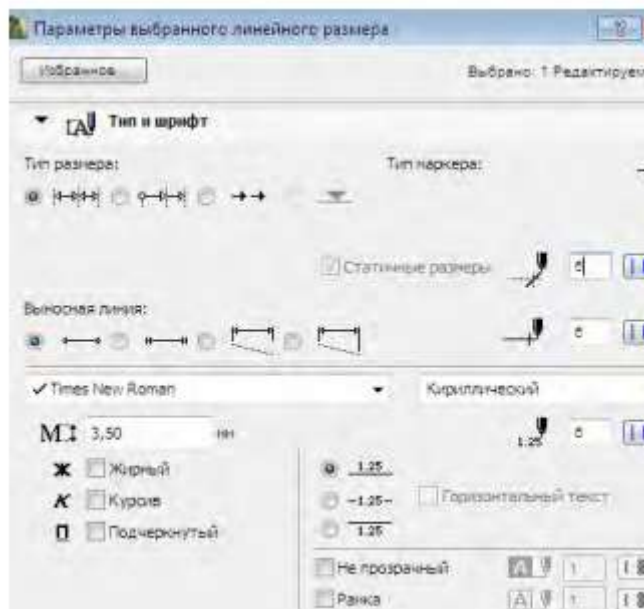
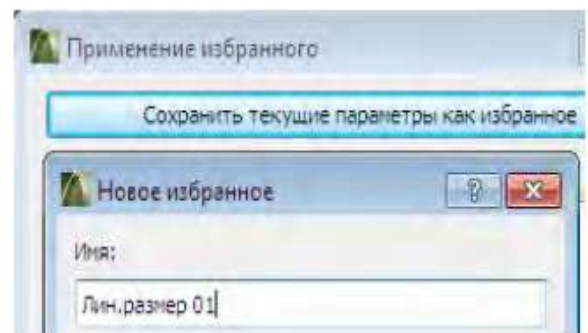

Рисунок 7.3
Рисунок 7.4
9. Выберите инструмент **Линейный размер** в инструментальной панели и двойным щелчком выведите диалоговое окно его параметров (рисунок 7.3), изменив параметры по умолчанию так, как это показано на рисунке. Затем нажмите кнопку **Избранное** (рисунок 7.4) и сохраните его имя как **Лин.размер-01**.